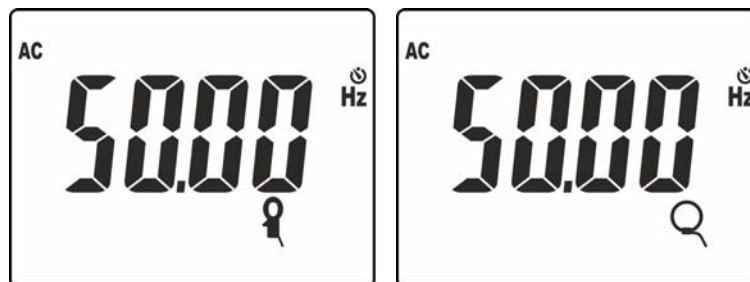

Abb. 40: Ergebnis der Frequenzwerts mit flexible und Standard Zange.
9. Drücken Sie die Taste **MODE/MXMNPK** zur Anzeige des Frequenzwerts des AC Stroms mit hoher Auflösung (siehe Abb. 40)